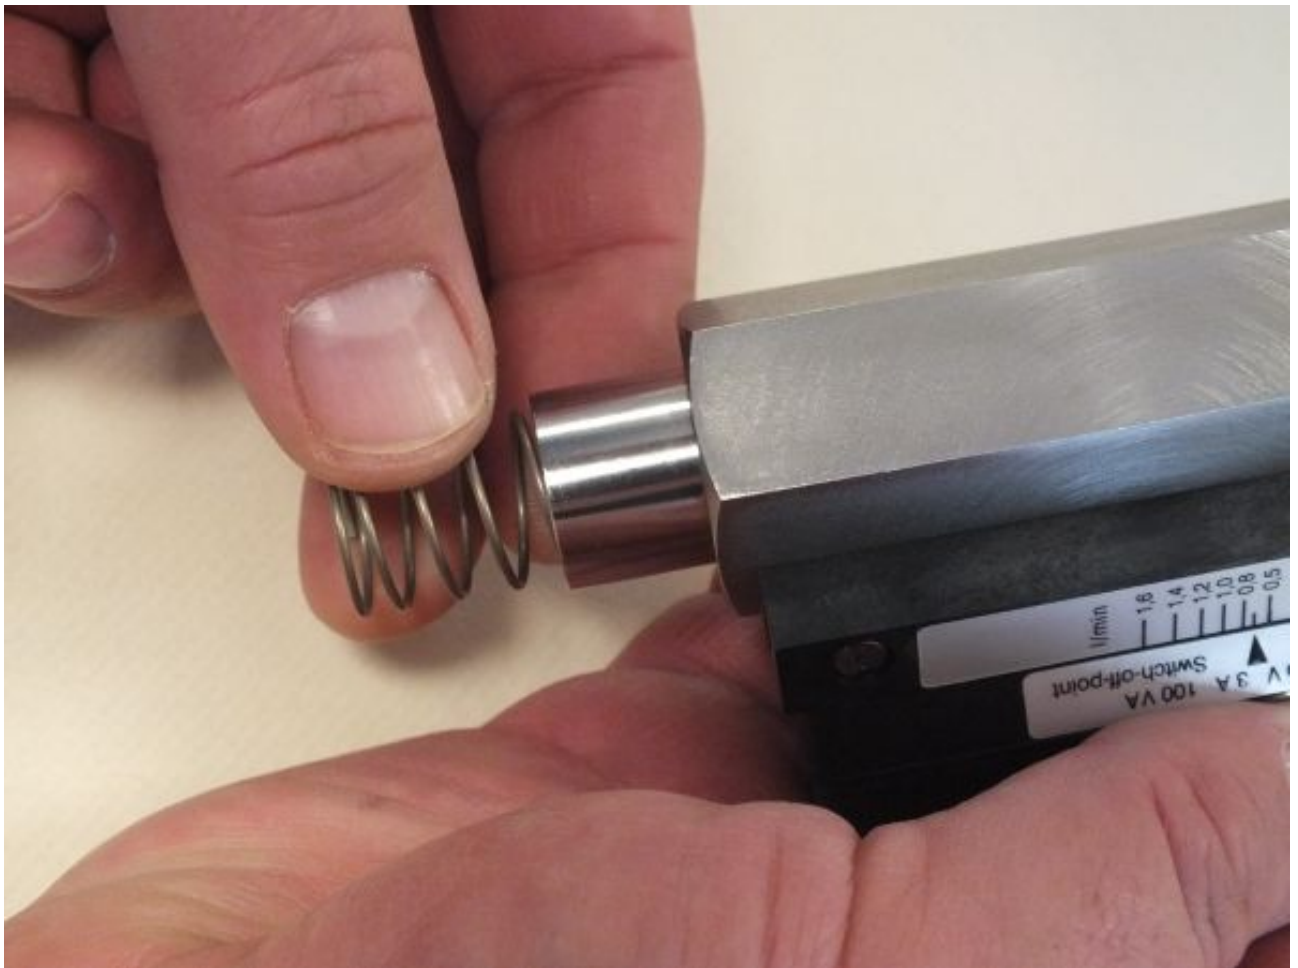

Abb. 44: Innenteile entnehmen
6. ➔ Gerätekörper vorsichtig um 180° drehen und Innenteile des Gerätes (Schwebekörper, Magnete und Feder) entnehmen (Abb. 44)